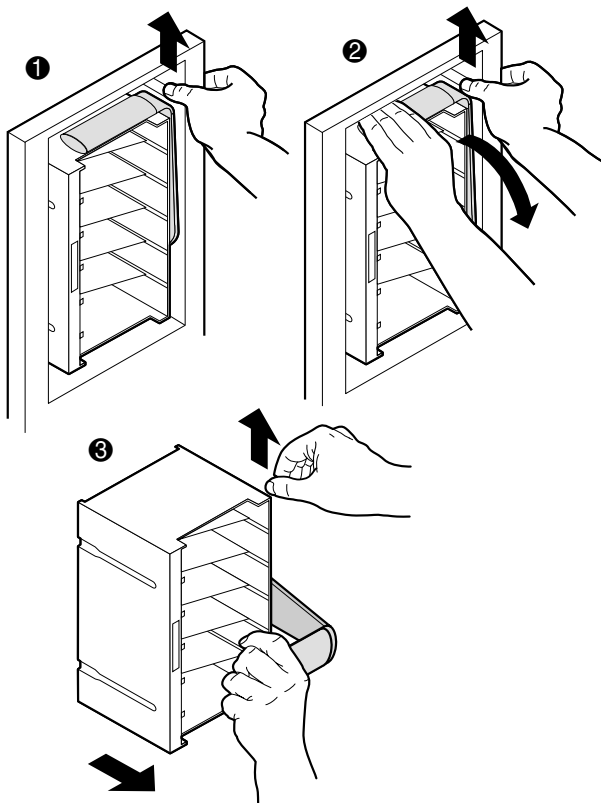

図2-17: ロードパックの取り出し (6カートリッジ マガジン)
1. ロードパックのハンドルを解放します (①図2-17)。
2. ハンドルリリースを持ったまま、ロードパックのハンドルを下に引きます (②図2-17)。
3. ハンドルリリースを持ったまま、ロードパックを取り出します (③図2-17)。